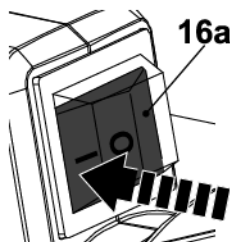

Fig. 11
- > Pulse el "I" del interruptor ON/OFF (encendido/apagado) (16a) para encender el producto (Fig. 11).